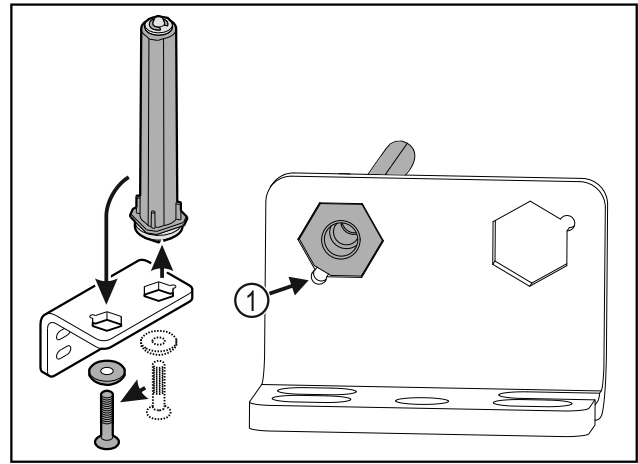

Fig. 26
- Let erop dat bij het plaatsen de boutafschuining Fig. 26 (1) naar het ronde gat wijst.